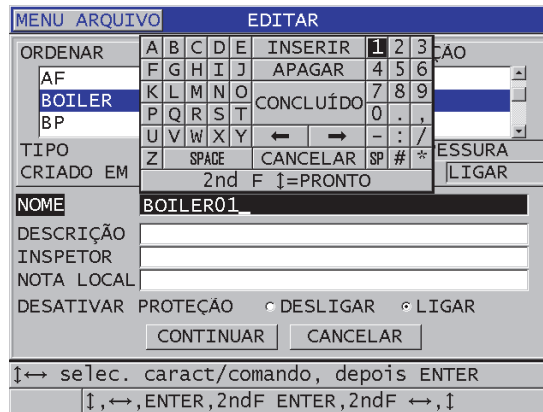

Figura 11-18 Inserir novas informações no arquivo
3. Na tela **EDITAR** (veja Figura 11-18 na página 205):